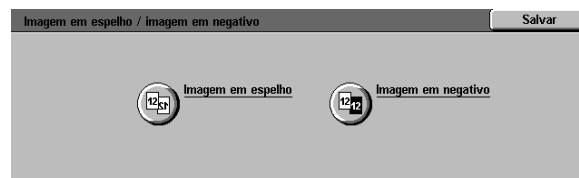

Figura 21: tela Inverter imagem
- 1 Toque no ícone **Inverter imagem**, na guia Formatos de saída, para exibir a tela Inverter imagem, conforme ilustrado na Figura 21.